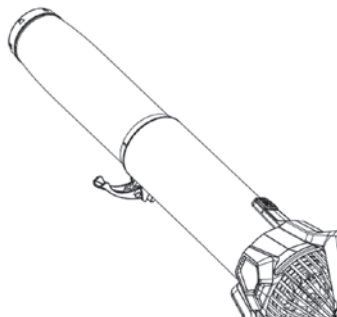

Рис. 5
2. Вытяните сопло на максимальное или втяните на минимальное расстояние (рис. 5).